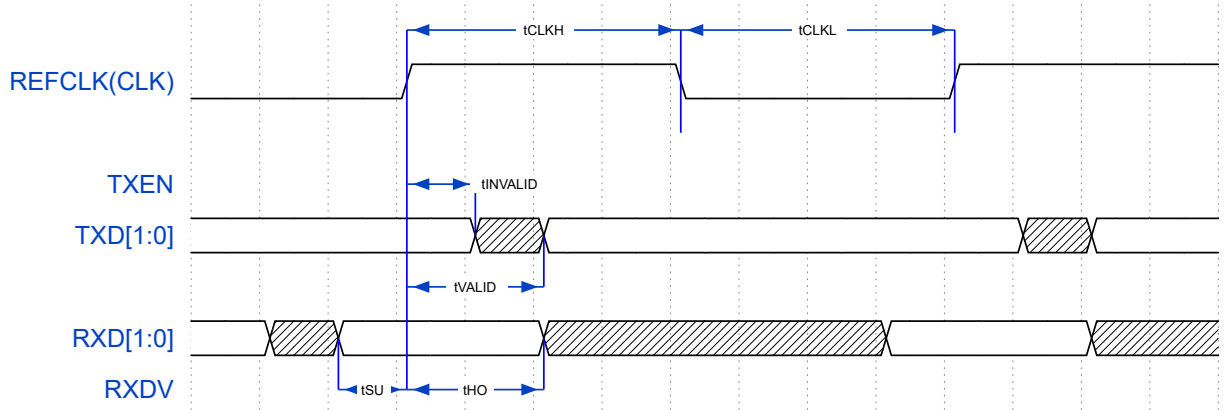

图 21: RMII 接口时序
4.14.1.1 RMII 接口 RMII 接口对应时序如图 21。